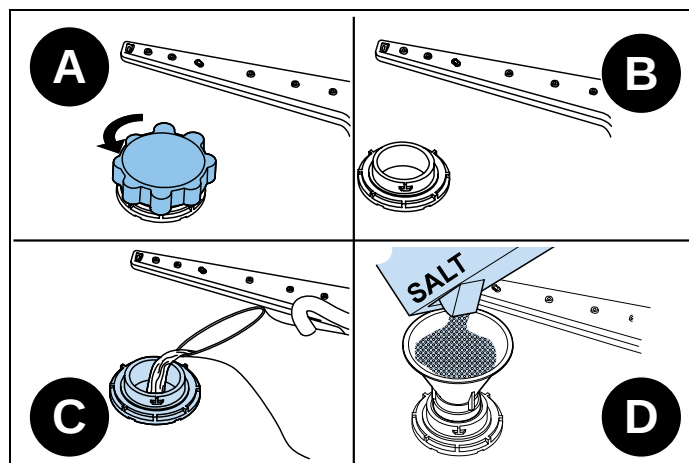

Fig. 60
- 1) For at fylde salt i opvaskemaskinen skal du først fjerne den nederste kurv og derefter åbne låget til saltbeholderen ved at dreje det mod uret. Fig. 60 A-B
- 2) Ved første brug fyldes rummet med salt og vand (Fig. 60 C) til overløbsniveauet. Brug eventuelt den medfølgende tragt (Fig. 60 D) for at gøre påfyldningen lettere.